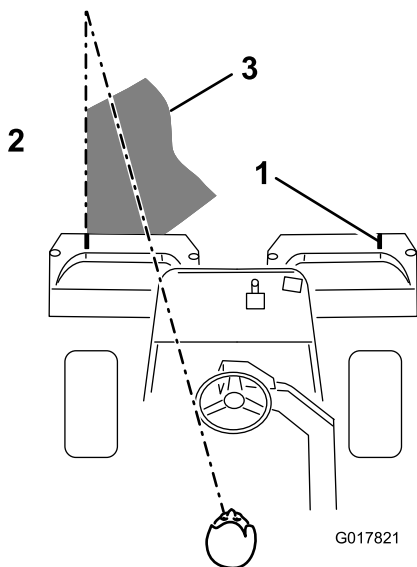

Figure 38
3. Minimisez le chevauchement de la passe précédente lors de la passe de retour. Pour vous aider à conserver une ligne droite en travers du green et à maintenir la machine à égale distance du bord de la passe précédente, établissez une ligne de vision imaginaire à environ 1,8 à 3 m en avant de la machine jusqu'au bord de la partie non coupée du green ( Figure 38). Certaines personnes trouvent utile de faire passer la ligne de vision par le bord extérieur du volant, c.-à-d. de maintenir le bord du volant aligné avec un point se trouvant toujours à la même distance par rapport à l'avant de la machine (Figure 38).